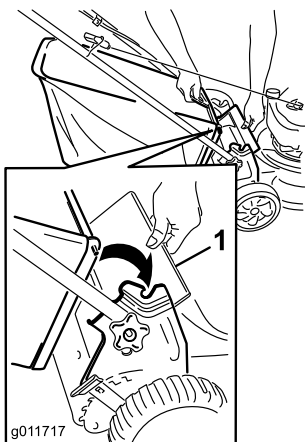

Bild 19
1. Heben Sie das hintere Ablenkblech an (Bild 19).
2. Haken Sie den Fangkorbgrieff in die Kerben an den Griffhalterungen ein (Bild 19).